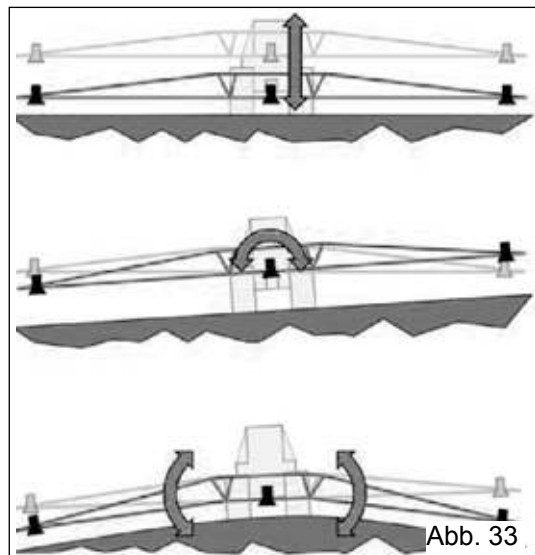

Abb. 33
4. Wenn vorhanden, verwenden Sie das elektronische System "distance control" gemäß den Anleitungen in beiliegendem Handbuch (Abb. 33).